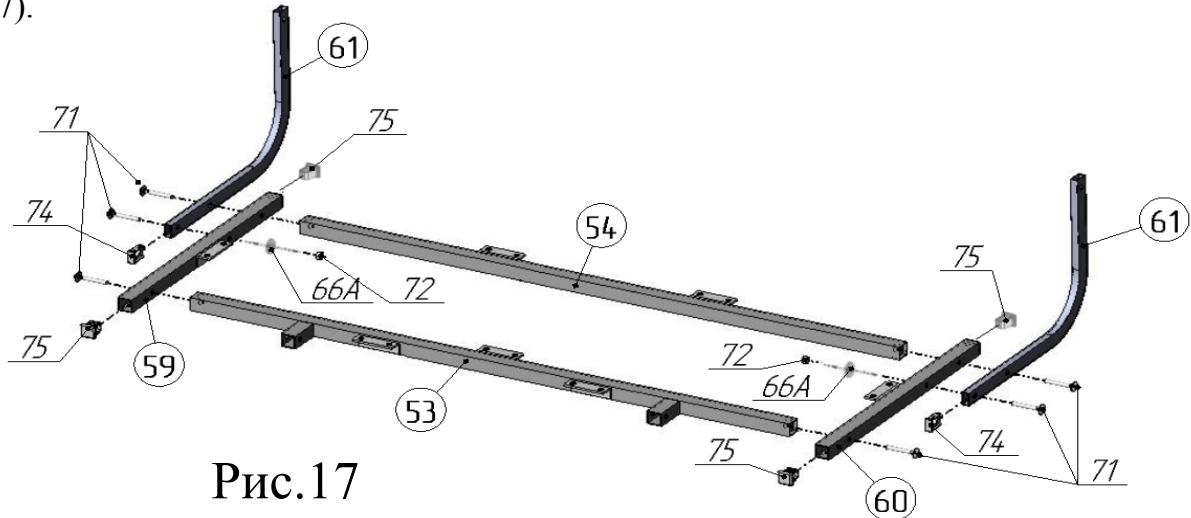

Рис.17
21. В тяги-уголки поз.61 вставить заглушки 10x20 поз.74 (рис.17). К штангам поз.53,54 присоединить штанги поз.59,60, тяги-уголки поз.61, используя винты M6x40 поз.71, в соответствии с рисунком 17. В двух местах соединить штанги поз.59,60 с тягами-уголками поз.61, используя гайки M6 со стопорным кольцом поз.72, винты M6x40 поз. 71, шайбы Ø6x18 стальные поз.66A. В торцы штанг поз.59,60 вставить заглушки 20x20 поз.75 (рис.17).